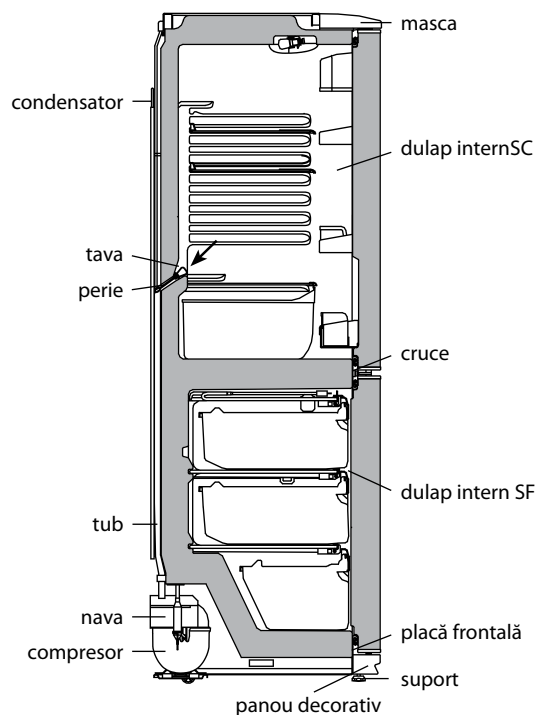

Figura 4 – Schema de eliminare a apei topite din SF
deconectarea compresorului și se transformă în picături de apă. Picăturile de apă topită se scurg în vas și prin gaură în tavă patrund în țeavă navei pe compresor, în conformitate cu figura 4 unde și se evaporă. În gaura tavei este instalată o perie pentru a preveni înfundarea sistemului de evaporare.
Prezența apei în tavă indică la blocarea posibilă a scurgerii apei. Pentru a elimina contaminarea trebuie să curățați cu peria gaura în tavă, astfel că apa să se scurgă fără obstacole într-un vas, să se spală peria și să se instaleze în conformitate cu figura 4.
**ATENȚIE!** Apa, care a apărut la partea de jos a SF poate trece în interiorul secției și poate provoca coroziunea dulapului în conformitate cu figura 4 și să conducă la esirea din funcție a frigiderului.